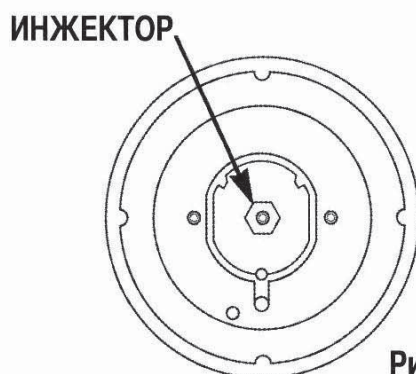

Рис. 6
- вставьте шестигранный ключ (7 мм) в основание конфорки (рис. 6)